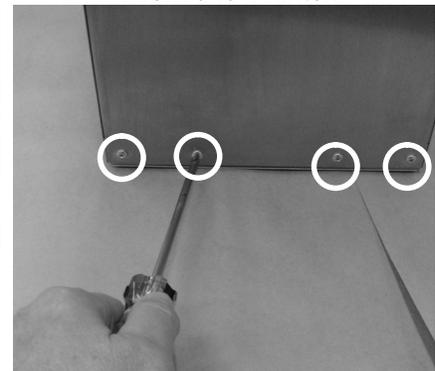

Abbildung 6-13 Entfernen des Gebläsesteckers und der Schrauben
4. Siehe Abbildung 6-13. Die Kreuzschlitzschraube (M4×10) neben der Buchse für das Gebläsekabel entfernen. Das Gebläsekabel von der Buchse trennen.
2. Siehe Abbildung 6-13. Die acht Schrauben wieder in den Lampenkopfsockel schrauben (4 vorn und 4 hinten). Die beiden Schrauben auf beiden Seiten der Unicable-Buchse in die Abdeckung schrauben. Die Schrauben mit 1,35 N•m (12 in.-lbs) festziehen.